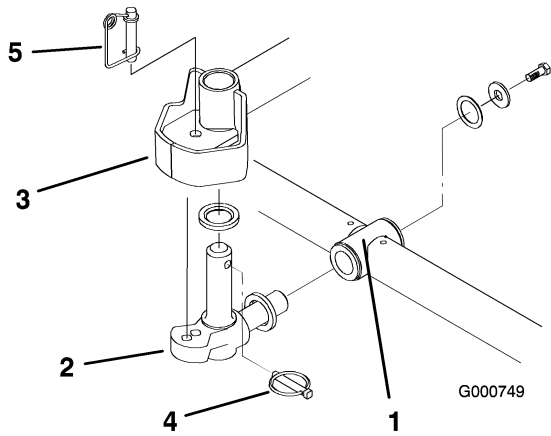

Bild 5
- Setzen Sie eine Druckscheibe auf die horizontale Welle des Kreuzgelenks, wie in Bild 5 dargestellt.
7. Setzen Sie die horizontale Welle des Kreuzgelenks in das Befestigungsrohr des Trägerrahmens (Bild 5).
8. Befestigen Sie das Kreuzgelenk mit einer Druckscheibe, einer flachen Scheibe und einer Bundkopfschraube am Trägerrahmen (Bild 5).
9. Setzen Sie eine Druckscheibe auf die vertikale Welle des Kreuzgelenks (Bild 5).
10. Falls abgenommen, setzen Sie die vertikale Welle des Kreuzgelenks auf die Hubarmdrehnabe (Bild 5). Führen Sie das Kreuzgelenk zwischen den beiden Zentrierpuffern aus Gummi in die Unterseite der Lenkplatte des Hubarms ein.
11. Setzen Sie den Klappstecker in das Kreuzloch an der Kreuzgelenkwelle (Bild 5).
Hinweis: Wenn Sie eine fixierte Mähwerkstellung wünschen, setzen Sie den Lenksperrstift auf das Befestigungsloch des Kreuzgelenks (Bild 5).
14. Haken Sie den Federdraht unten um den Lenksperrstift (Bild 5).